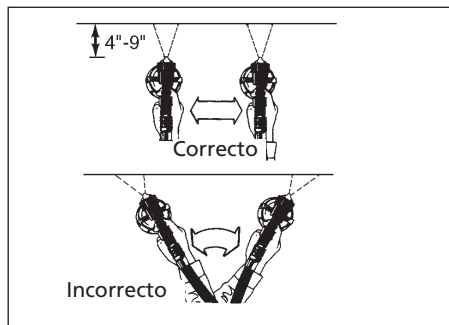

Figura 11 - Movimiento para pintar
- Mantenga la pistola a unas 4" - 9" (de 104 a 234cm) y paralela al objeto que esté pintando. (Vea la Figura 11). Si ha ajustado el patrón para pintar algo angosto tendrá que acercarla a unas 2" (52cm) del área de trabajo.